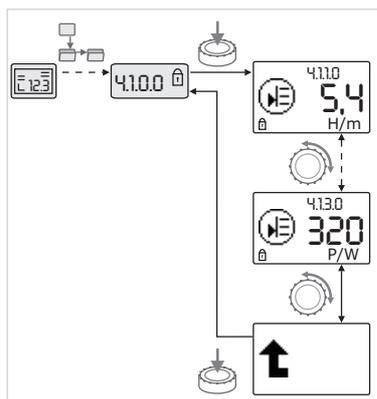

Fig. 39: Tietojen hakeminen näyttöön
- Käyttöpainiketta kiertämällä valitaan "Tietoja"-tyypin valikko-osia tämänhetkisistä alavalikoista (katso Fig. 39). Symbolein esitetyjen säätöjen selitykset, katso taulukko luvussa 8.7 "Valikon osien viitteet" sivulla 96.